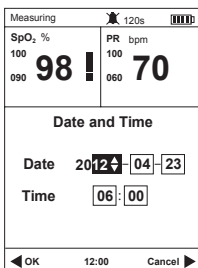

Fig.3.2
2) Appuyer sur le bouton de navigation Date et heure "et appuyer sur OK pour entrer l'heure. Voir Fig 3.2